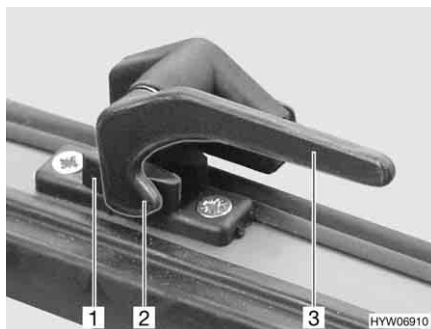

Fig. 23 Leva di serraggio in posizione "Chiuso"
- Ruotare la leva di serraggio (Fig. 23,3) di un quarto di giro verso il centro della finestra.
- Ruotare la leva di serraggio (Fig. 23,3) di un quarto di giro verso il telaio della finestra. Il nasello di chiusura (Fig. 23,2) si trova sul lato interno della chiusura della finestra (Fig. 23,1).
- In posizione "Completamente chiusa" (Fig. 23)